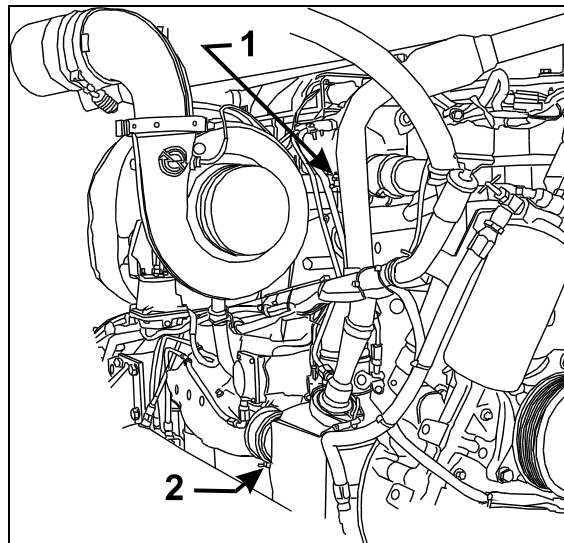

FIGURE 4: ROBINETS DE VIDANGE DU MOTEUR 05088
6. Ouvrir le robinet de vidange situé au bas du logement de thermostats afin de vidanger le liquide de refroidissement emprisonné au-dessus des thermostats (1, Fig. 4).
8. Ouvrir le robinet de vidange du moteur (2, Fig. 4).